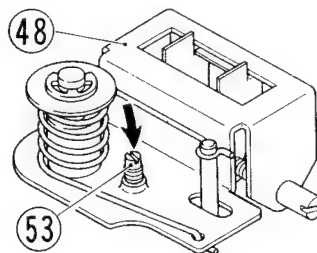
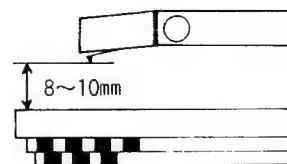

Figure 19
Figure 20
1. Remove the case top according to DISASSEMBLY INSTRUCTIONS (B) (page 3).
2. Turn the Screw (53) described in Fig. 19 so that the clearance between stylus and turntable platter will be within 8 ~ 10 mm when the tonearm is in up position (Fig. 20).
2. トーンアームがUPの状態の時にターンテーブルから針先までが8~10mmになるようにビス(53)で調整する。(図19・20)